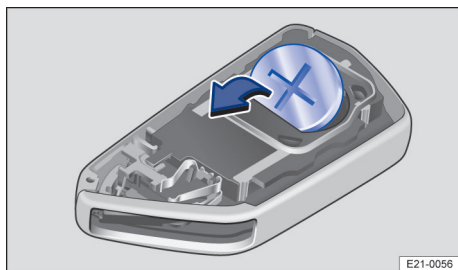

Fig. 54 Cheia cu telecomandă: înlocuirea bateriei tip buton.
3. Scoateți bateria din compartimentul bateriei → fig. 54.
4. Apăsați noua baterie cu aceleași specificații în compartimentul bateriei → ①.